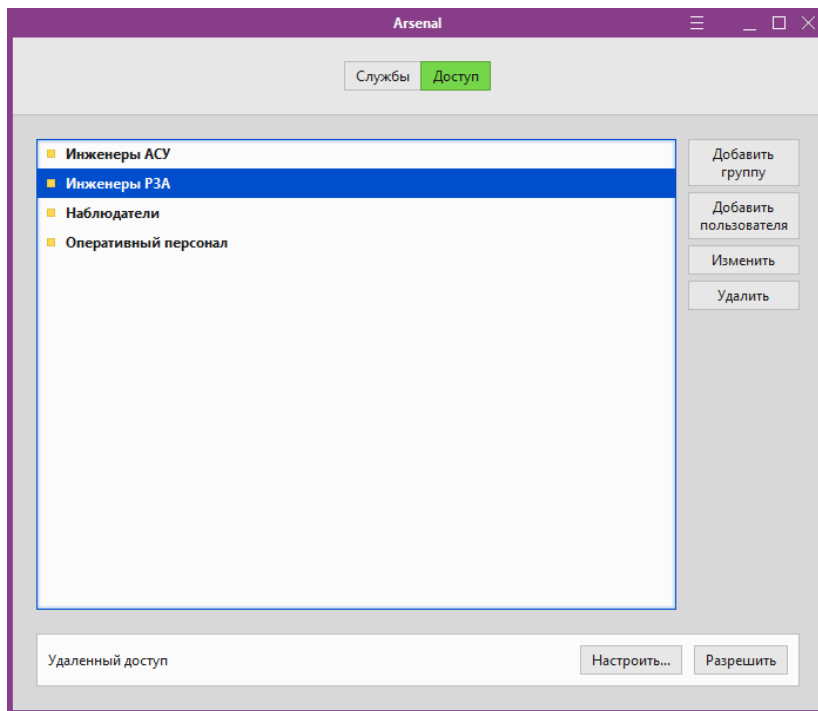

Рис.. 16. Окно программы Arsenal
16) Нажать правой кнопкой по значку «сервера связи», перейти в «пользователи» (рис. 16). Будет предложено воспользоваться программой Arsenal, входящей в пакет EKRASMS.
17) Во вкладке «доступ» выбрать группу: инженеры РЗА (рис. 16). Выбранная группа предоставляет права к серверу связи в соответствии с таблицей 2. Управление пользователями и группами осуществляется в приложении Arsenal.
20) Закрывать Arsenal, нажать правой кнопкой по значку «сервера связи», переходим в «устройства» (рис. 16).